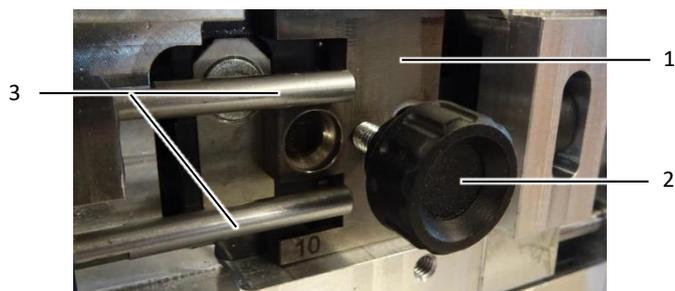

Fig. 8 : logement de l'embout et tiges de guidage
- Ôter le logement de l'embout (fig. 8, pos. 1) à l'aide de la vis moletée (fig. 8, pos. 2).
- Veiller aux tiges de guidage (fig. 8, pos. 3) lors du démontage et du montage.